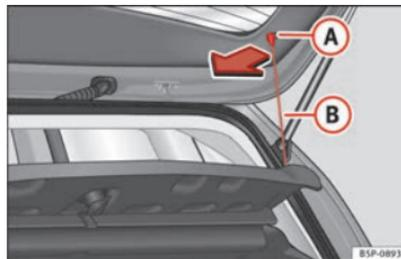

Fig. 117 Bandeja portaobjetos.
- Desenganche los tirantes ⇒ fig. 117 (B) de los alojamientos (A).